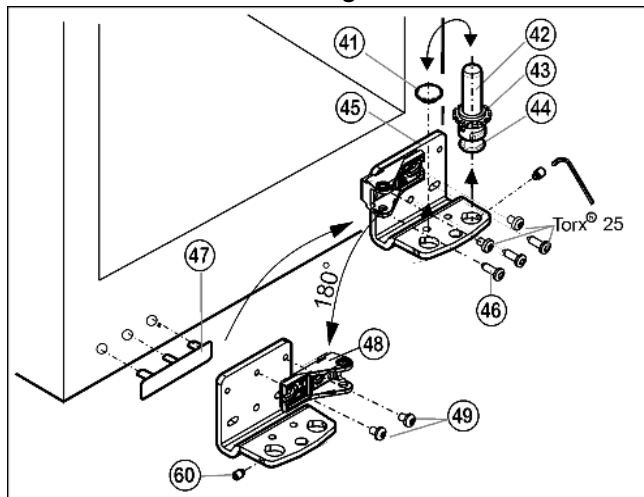

Fig. 13
- ▶ Gewindestift Fig. 13 (60) mit dem beiliegenden Inbusschlüssel ca. 1 Umdrehung herausdrehen.
- ▶ Lagerbolzen Fig. 13 (42) komplett, mit Scheibe Fig. 13 (43) und Stellfuß Fig. 13 (44), nach oben herausdrehen.
- ▶ Stopfen Fig. 13 (41) abheben.
- ▶ Lagerbock Fig. 13 (45) abschrauben Fig. 13 (46).
- ▶ Gewindestift Fig. 13 (60) komplett herausdrehen und auf der Gegenseite am Lagerbock eindrehen, bis er außen bündig mit dem Lagerbock ist.
- ▶ Lagerteil Fig. 13 (48) abschrauben und innen um 180° gedreht wieder fest anschrauben Fig. 13 (49).
- ▶ Stopfen Fig. 13 (41) in das andere Loch wieder einsetzen.
- ▶ Griffseitige Abdeckung Fig. 13 (47) vorsichtig abheben und auf die Gegenseite umsetzen.
- ▶ Lagerbock Fig. 13 (45) auf der neuen Scharnierseite ggf. mit Hilfe eines Akkuschaubers **fest (mit 4 Nm)** wieder anschrauben.
- ▶ Lagerbolzen Fig. 13 (42) komplett, mit Scheibe und Stellfuß, wieder eindrehen.
- ▶ Gewindestift Fig. 13 (60) festziehen.
- ▶ Tür von oben auf Lagerbolzen unten Fig. 13 (42) aufsetzen.
- ▶ Die Türen eventuell über die beiden Langlöcher im Lagerbock unten Fig. 13 (45) und Lagerbock Mitte Fig. 11 (31) fluchtend zum Gerätegehäuse ausrichten. Dazu mittlere Schraube im Lagerbock unten Fig. 13 (45) herausdrehen.